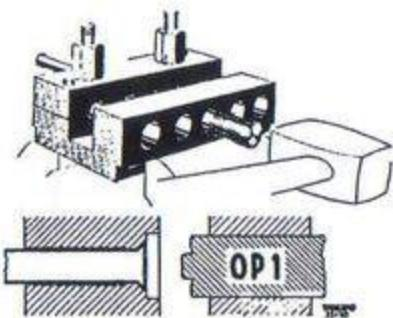

Bild 131. Kragning av bromsledning.
3. Placera dornen OP 1 i verktyget. Slå på dornen med en kopparlägga tills dornen går i botten. Kanten på röret vikes då enligt bild 131.